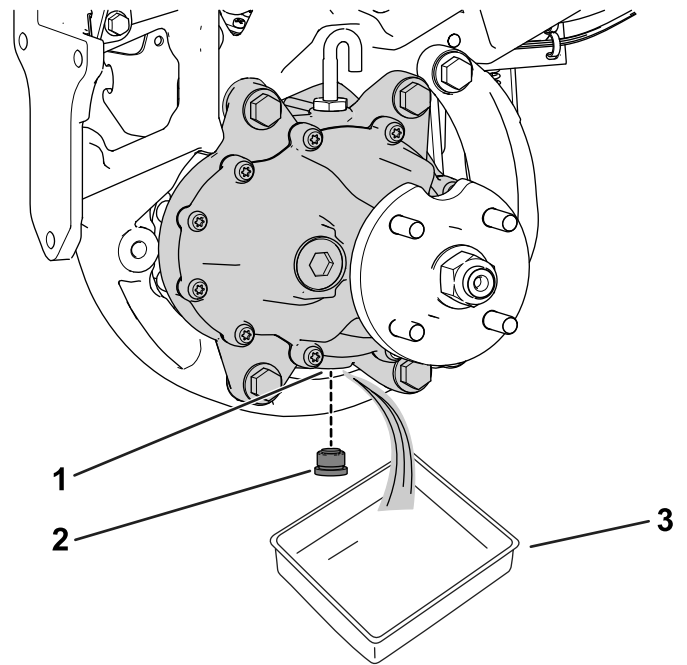

Bild 3
1. Stellen Sie eine Auffangwanne unter die Radmotorbaugruppe (Bild 3).
2. Entfernen Sie den Stopfen aus der Ablauföffnung (Bild 3).
4. Stecken Sie den Stopfen in den Ablassanschluss (Bild 3).